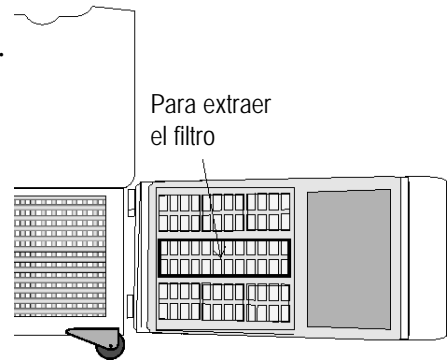

Figura 4-1. Ubicación de la rejilla con filtro
2. Encuentre la rejilla en la puerta. Consulte la Figura 4-1. Agarre el material de la rejilla por el medio y sáquela suavemente para extraerla.